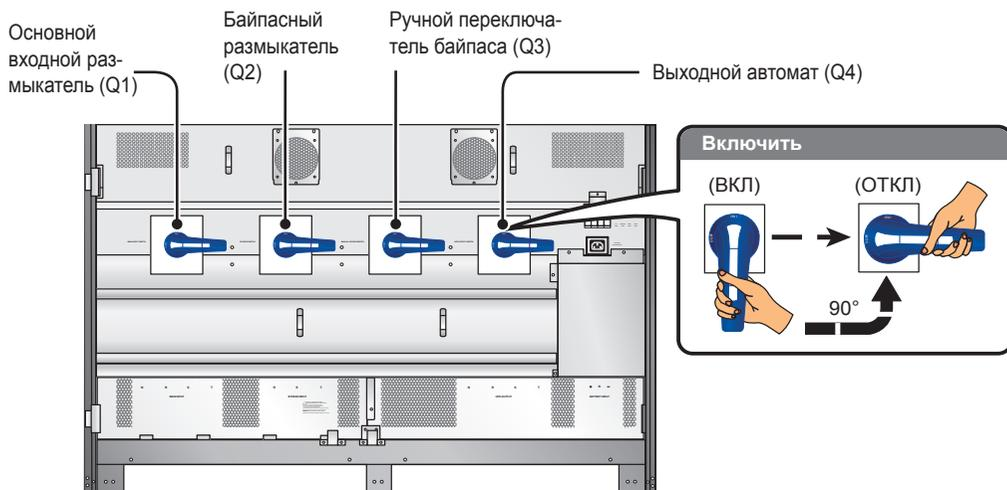

Рис. 5-12. Местоположение выключателей, выполнение операции отключения
- 5 Убедитесь, что основной входной размыкатель (Q1), байпасный размыкатель (Q2), ручной переключатель байпаса (Q3) и выходной автомат (Q4) находятся в положении **ОТКЛ.** Место их установки показано на **Рис. 5-12.**